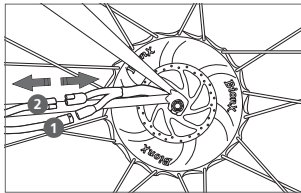

Abb. 2
- Lösen Sie die beiden Kabelverbindungen, die zum Motor führen (Abb. 2).